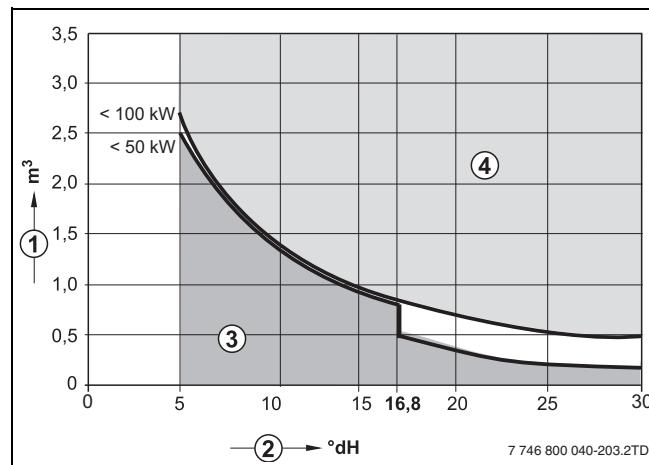

Рис. 6 Требования к воде для заполнения отдельного котла мощностью до 100 кВт
- Заполняйте систему только необработанной водопроводной водой (учтывайте диаграмму на рис. 6). Нельзя использовать грунтовые воды.